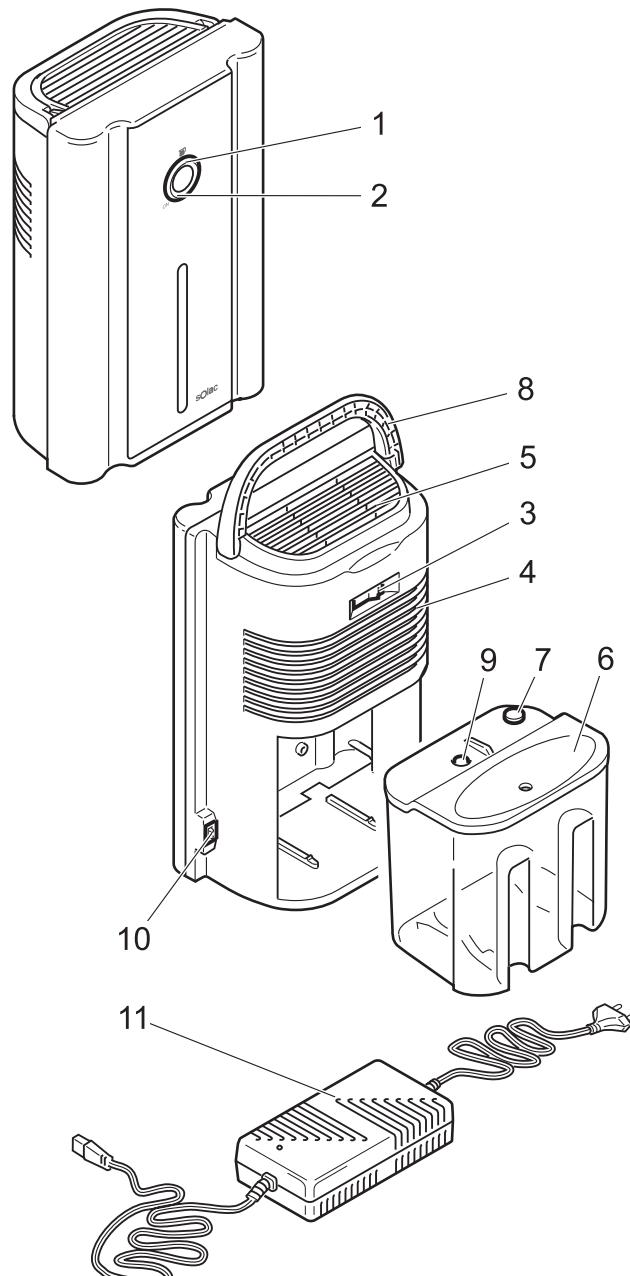

Fig. 1
- 1 Conecte el adaptador al conector (10) existente en el aparato y a continuación conéctelo a la red utilizando el otro extremo (**Fig.1**).
- 2 Elija en el selector de encendido / apagado (3) la posición de encendido, el piloto luminoso indicador de funcionamiento activado (2) se iluminará.
- 4 Para apagar el aparato elija en el selector de encendido/ apagado (3) la posición de apagado.
- 5 Para trasladar el deshumidificador de un lugar a otro utilice el asa de transporte (8).
- 1 Connect the adapter to the connector in the device (10) and then connect it to the mains using the other end (Fig.1).
- 2 Select the ON position on the ON/OFF switch (3), the pilot light will light up, indicating that the device is operating (2).
- 4 To turn the device off, select the OFF position on the ON/OFF switch (3).
- 5 To move the fan to a different place, use the carry handle (8)